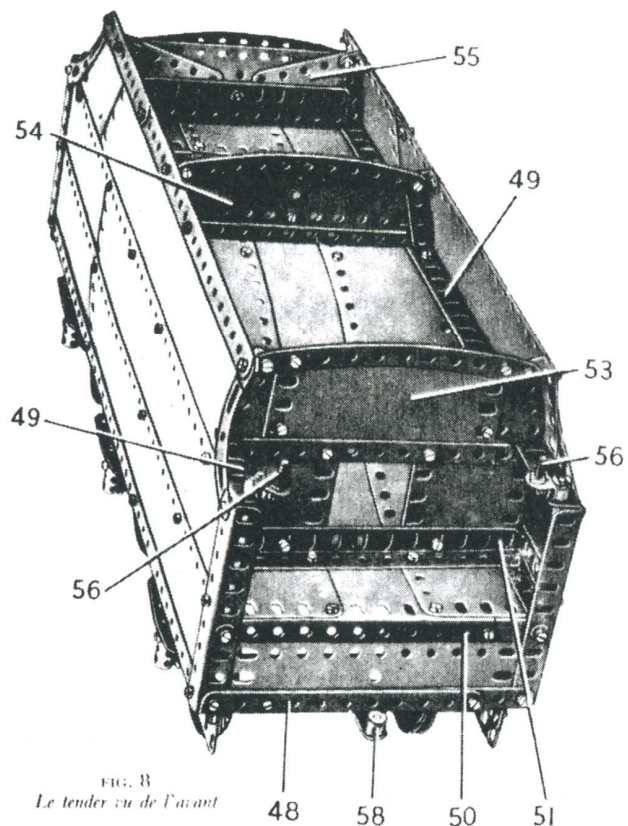

FIG. 8
Construction du tender (Fig. 8 et 9)
La cloison (53) (Fig. 8) est faite de deux plaques flexibles de 6 x 6 cm. boulonnées sur
Le système d'accouplement du tender à la locomotive est constitué par une cheville filetée (57) (Fig. 7) tenue par une équerre de 25 x 25 mm. La cheville filetée vient se loger dans un bras de manivelle (58) (Fig. 8) qui est fixé à l'aide de contre-écrous à l'avant du tender.